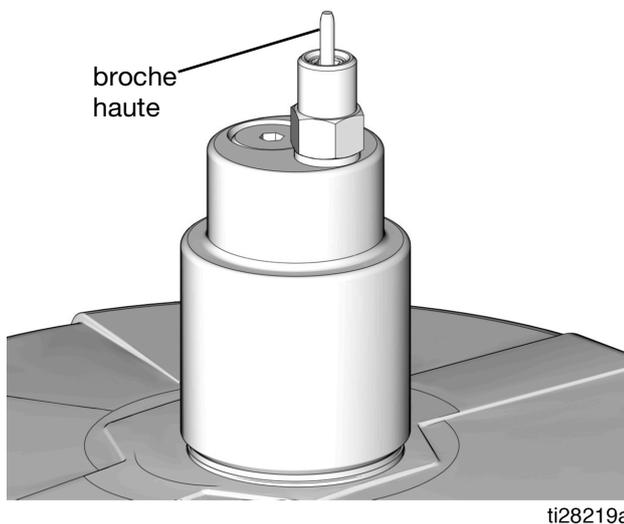

FIG. 28
3. Déposer le couvercle anti-poussière jaune du manchon de raccordement de remplissage (M).
4. Raccorder le flexible d'alimentation (J) entre la pompe de la station de remplissage distante (F) et le port du manchon de raccordement de remplissage marqué d'un « I ».
5. Mettre en marche la pompe de la station de remplissage distante (F).
6. Une fois le réservoir de la pompe G3 (D) rempli :
- la pompe de la station de remplissage distante (F) cale (se bloque),
- la broche du mécanisme d'arrêt du remplissage automatique (B) monte, comme illustré à la FIG. 28,
- la valeur indiquée par le manomètre (R) monte jusqu'à la pression de consigne de la pompe de remplissage.